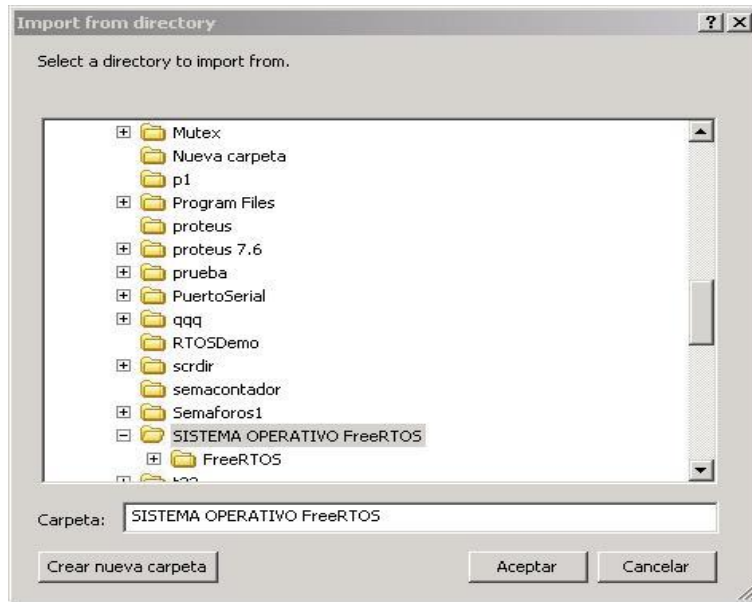
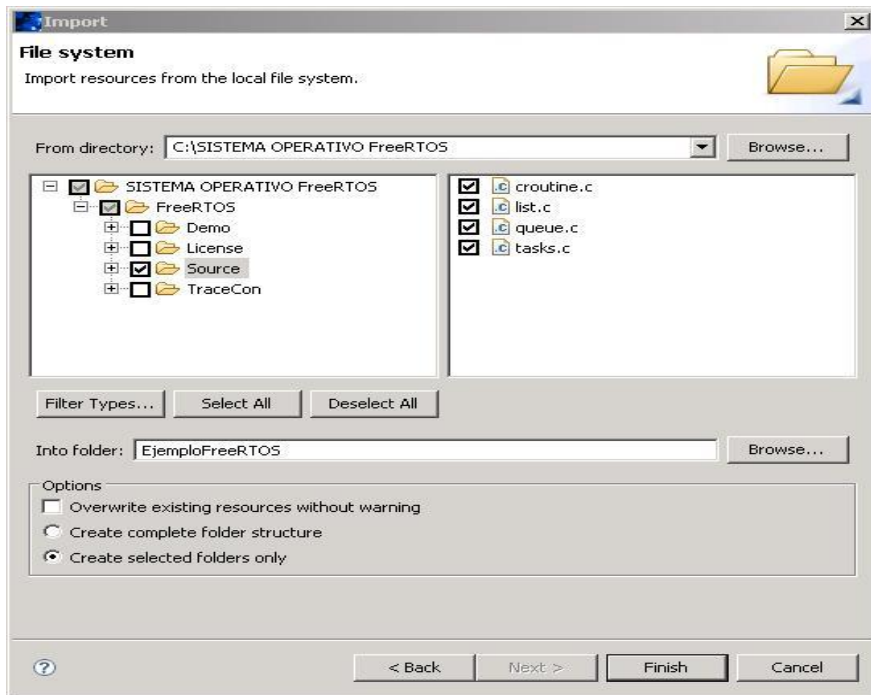

Figura C33 Importar FreeRTOS
Figura C34 Archivos a importar
8. Importamos el sistema operativo FreeRTOS como muestra la Figura C33, dar aceptar, seleccionamos los archivos a importar como muestra la Figura C34, luego click en finish.